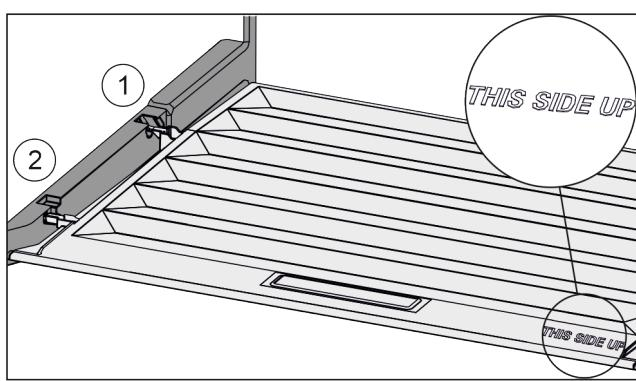

Fig. 127
- Вставить поперечные ребра крышки через отверстие заднего держателя Fig. 127 (1) и защелкнуть спереди в держателе Fig. 127 (2).